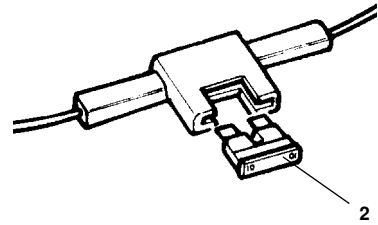

Fig. 51
- Die Sicherung (2 - Fig. 51) befindet sich im Sicherungshalter im Batterieraum.